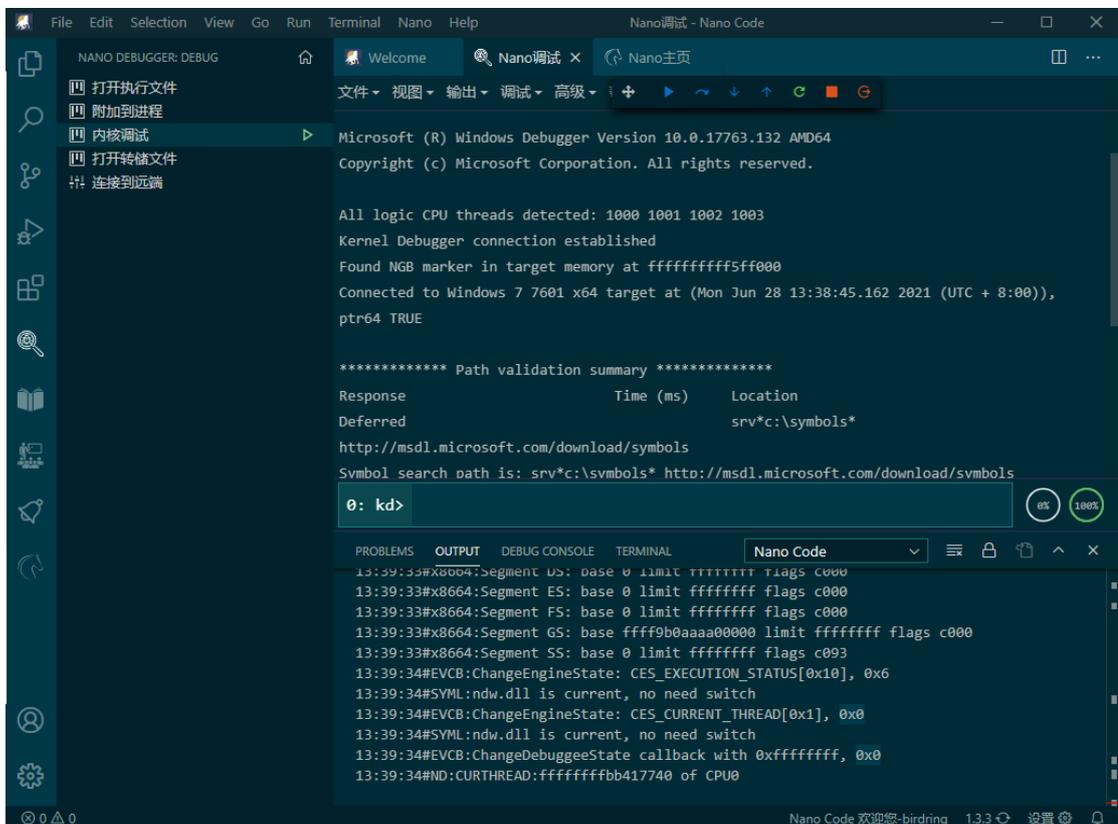

图 5.3 GDK7 成功被断开时调试主机端 Nano 调试的反应
- 等待 [暂停] (鼠标放在上去会提示中断 F6) 从灰色变成其他颜色，然后点击；当出现图 5.3 的画面时代表 GDK7 已经成功的被断开，此时 GDK7 仍然处于开机状态，但键盘鼠标失灵。